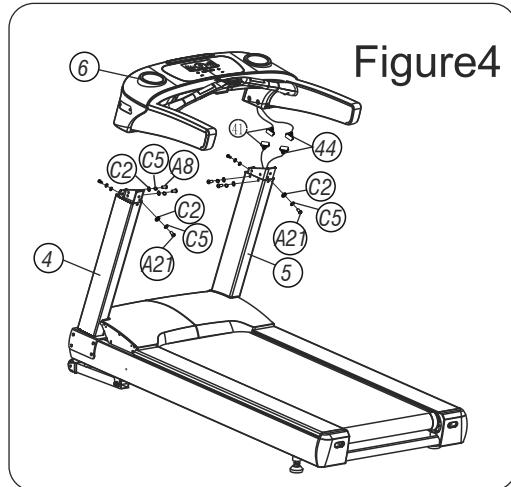

Figure4
- B. Montieren Sie das Lenker- und Steuergeräteset (6) an das linke/rechte Rohr (4,5).
- C. Verbinden Sie den Lenker und das Steuergerät (6) mit dem linken/rechten Rohr (4,5) mit 8 Sätzen halbrunder Schrauben M10 x 20mm (A8), Federscheibenφ10 (C5), Unterlegscheibenφ10 (C2). (Achtung: Schraubenloch ausrichten) (siehe Abbildung 4)
- B. Install handlebar and controller set(6) to the Left/Right upright tube (4,5).
- C. Connect handlebar and controller(6) to the Left/Right upright tube (4,5) using 8 sets of Half-round bolt M10 x 20mm (A8), Spring washerφ10(C5), Flat washerφ10(C2). (Attention: To align screw hole)(See figure 4)